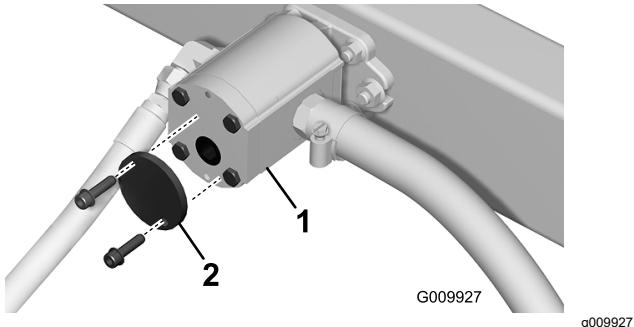

Bild 4
2. Nehmen Sie die zwei Schrauben ab, mit denen die Endkappe an der Hydraulikpumpe befestigt ist, und nehmen Sie die Endkappe ab (Bild 4).